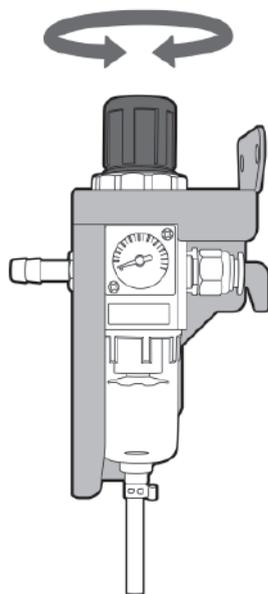

Рис. 8.0.3. Фильтр-регулятор аппарата воздушно-плазменной резки.
6. Выставьте необходимые параметры резки (см. рис. 8.0.3 и таблицу 9.5.1).
2. Настройте давление сжатого воздуха на фильтре регуляторе рабочей дуги от 5 до 6,5 атм. (см. рис. 8.0.3), зажгите основную дугу на поверхности металла.